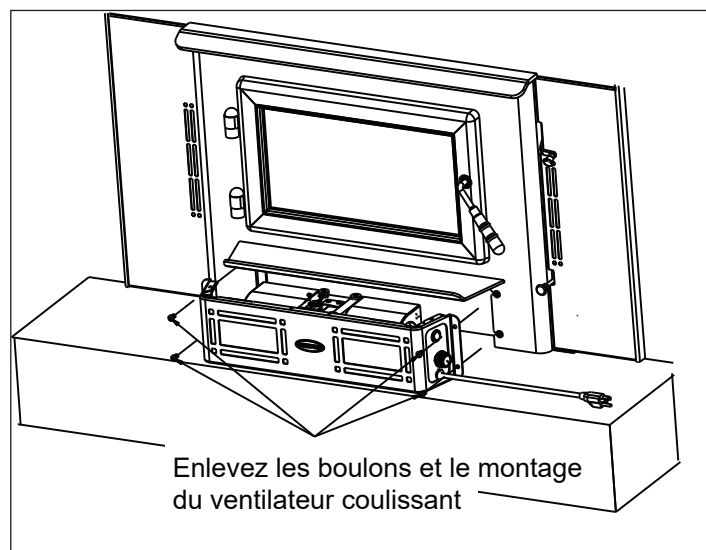

Figure 22.1
1. À l'aide d'une clé Allen 5/32, retirez les 4 boulons du boîtier du ventilateur et sortez l'assemblage. **Figure 22.1.**